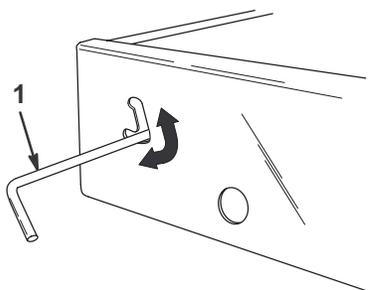

Bild 20
1. Schieben Sie den Riegel aufwärts in Richtung der Oberseite des Ausschnitts im Muldenrahmen (Bild 20).
3. Bewegen Sie, um die Mulde fest mit dem Chassis zu verbinden, den Riegel bis in den unteren Teil des Ausschnitts (Bild 20).